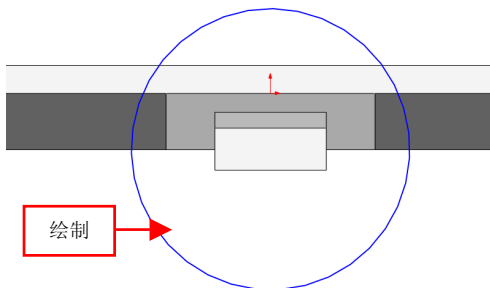

图 16-61 绘制圆对象
(2) 进入草图绘制环境，单击【圆】按钮，绘制半径为 10 的圆对象，如图 16-61 所示。